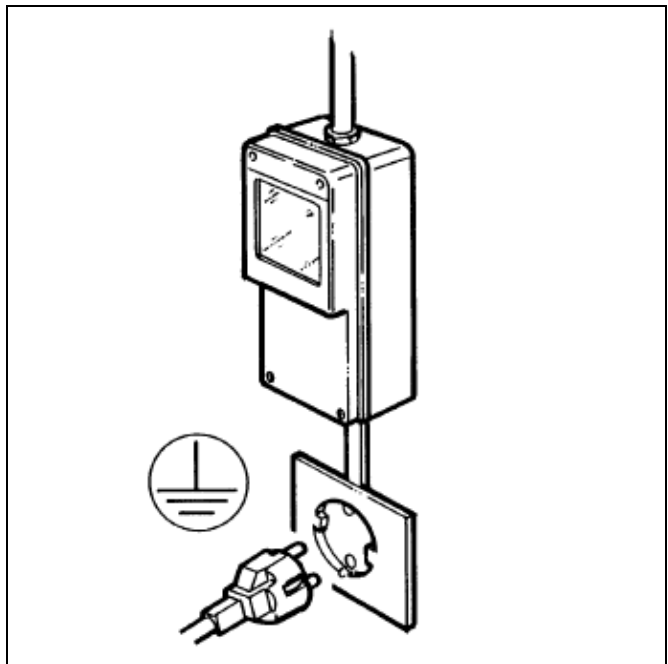

Fig. 1
b) Poser l'appareil sur une surface horizontale et solide de manière à ce que la carrosserie de l'appareil soit bien ventilée (au moins 20 cm d'espace libre, fig.1), installer l'appareil dans un environnement sec et éviter de l'installer près d'une source de chaleur. **La température ambiante d'utilisation de la machine doit être comprise entre 24°C et 30°C.**
- S'assurer que le raccordement est effectué à une installation dotée de mise à la terre efficace comme il est prévu par la réglementation de sécurité en vigueur (fig.1).